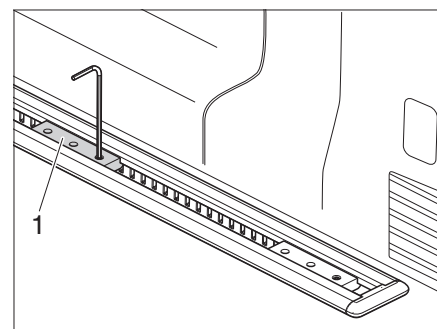

Figure 27 Démontez le coulisseau
- Dévisser la vis à six pans creux du coulisseau **avant** (Figure 27,1) et retirer le coulisseau du rail.